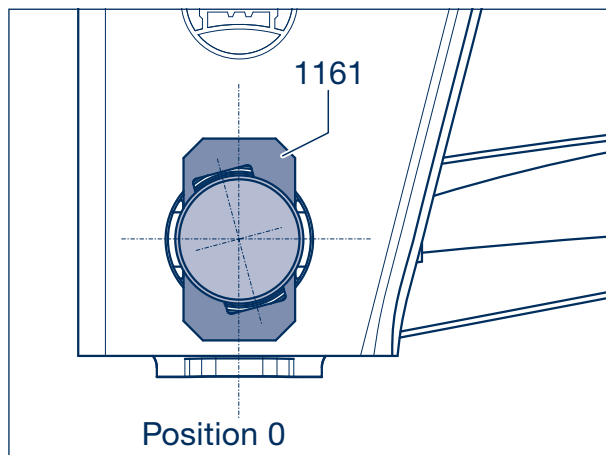

Figure 22
- [34] Si une correction de centrage est nécessaire, les cales à coulisse (1161) doivent être décalées des deux côtés en fonction de la direction du parallélisme vers le haut ou le bas de manière régulière avec de légers coups de marteau (figures 22 et 23).